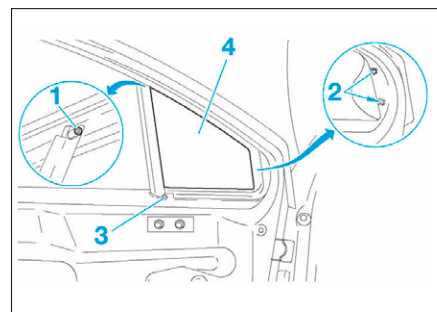

FIG. 48
- Percer le rivet (1) (Fig.48)
- Déposer les vis de fixation (2) et (3).
- Extraire la vitre AV de custode (4).